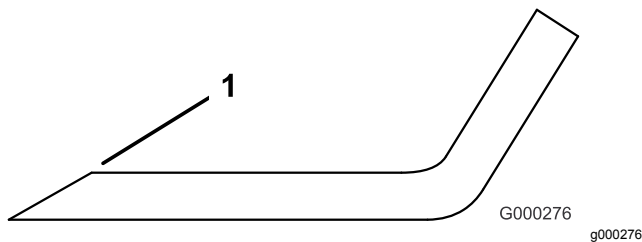

Figure 29
3. Examinez les tranchants de toutes les lames et affûtez-les s'ils sont émoussés ou ébréchés. N'aigüez que le haut du tranchant et conservez l'angle de coupe d'origine pour obtenir une coupe nette (Figure 29). Limez la même quantité de métal sur chacun des deux tranchants pour ne pas déséquilibrer la lame.